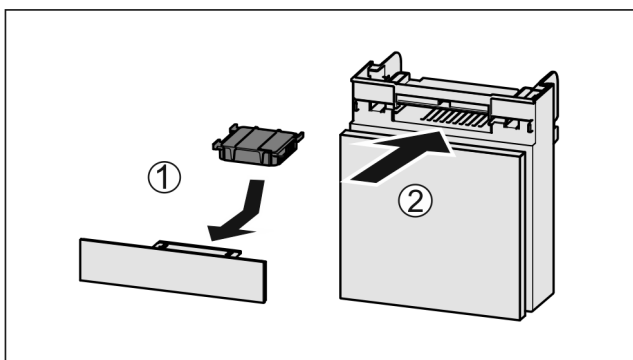

Fig. 43
- ▶ Introduzca el compartimento Fig. 43 (2).